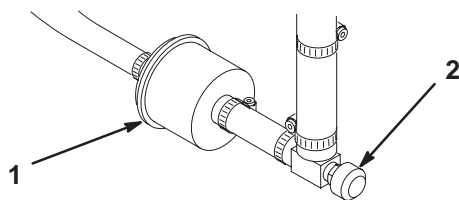

Bild 40
In die Kraftstoffleitung ist zwischen dem Kraftstofftank und dem Vergaser ein Filter eingebaut (Bild 40). Tauschen Sie diesen Filter alle 800 Betriebsstunden oder vorher aus, wenn der Kraftstofffluss beeinträchtigt wird. Stellen Sie sicher, dass der Pfeil am Filter vom Kraftstofftank weg ausgerichtet ist.
1. Schließen Sie den Kraftstoffhahn, lockern die Schlauchschelle (Bild 40) an der Vergaserseite des Filters und ziehen die Kraftstoffleitung vom Filter ab.
2. Stellen Sie ein Auffanggefäß unter den Filter, lockern Sie die verbliebene Schlauchschelle und entfernen Sie den Filter (Bild 40).